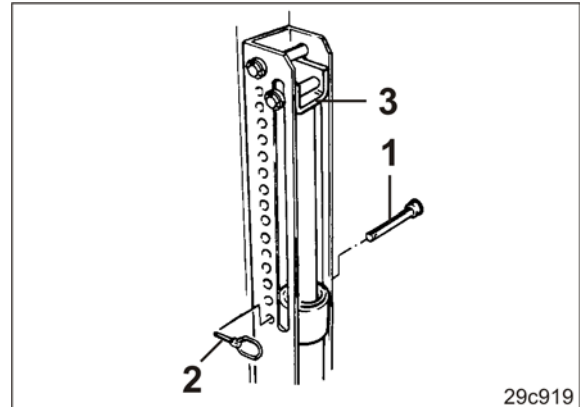

Fig. 165
3. Den Bolzen (Fig. 165/1) unterhalb des Anschlags (Fig. 165/3) in eine Bohrung der Lochgruppe einstecken und mit einem Klappstecker (Fig. 165/2) sichern.